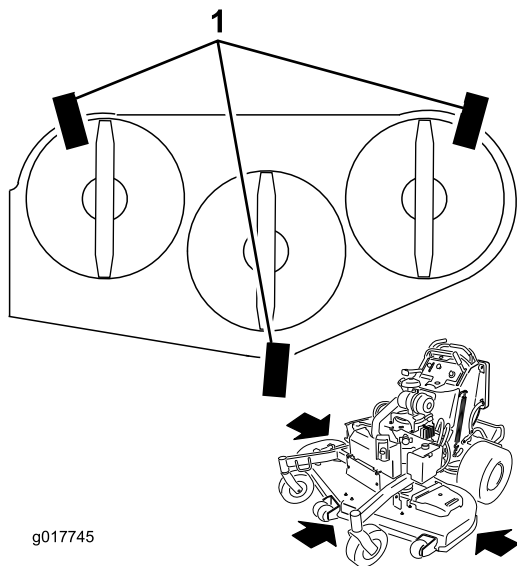

Figura 93
1. Coloque 3 listones de madera de 5x10 cm (2x4 pulgada) debajo de la carcasa del cortacésped, según se muestra en Figura 93.